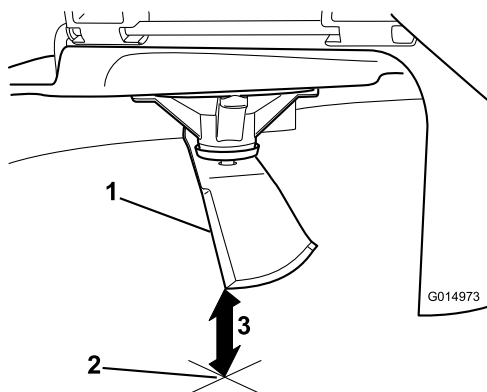

Figure 92
3. Mesurez la distance entre la pointe de la lame et la surface plane (Figure 92).